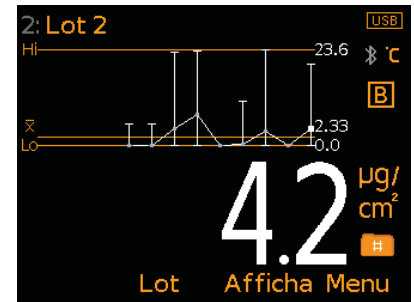

Fig. 4: Graphe & Mesures x1
- **Graphe (Fig. 4)** : courbe de tendance des 20 dernières mesures automatiquement mise à jour à chaque nouvelle mesure.